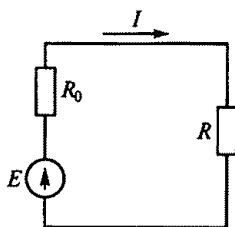

Рис. 35
1.49. Для приведенного на рис. 35 контура составить уравнение второго закона Кирхгофа, преобразовать его в уравнение баланса мощностей и указать, какое из приведенных уравнений правильное.